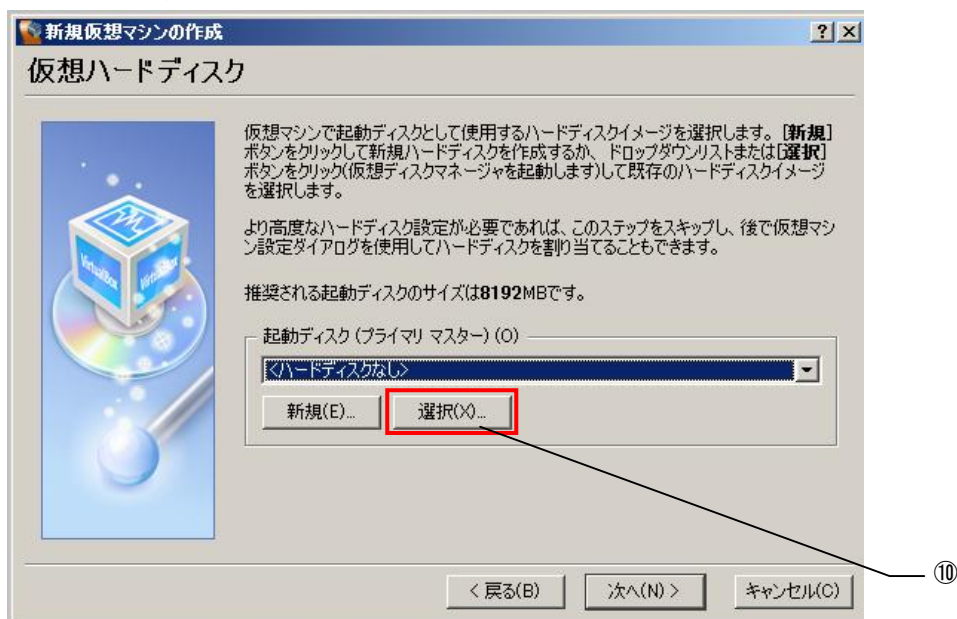

図 2-2-4-6. 仮想ハードディスクのイメージ選択画面
- ⑪ 図 2-2-4-7 の仮想ディスクマネージャ画面が開きます。